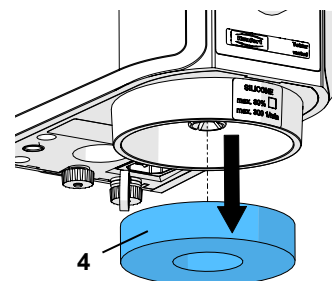

Fig. 12
- ⇒ Retire el filtro de esponja (Fig. 12).
- ⇒ Soltar el filtro sinterizado (13) girando en sentido contrario de las agujas del reloj y retirar.
**El filtro sinterizado también puede limpiarse en un baño de ultrasonido (recomendamos el disolvente de yeso GO-2011, n° de ref. 2011-0000).**